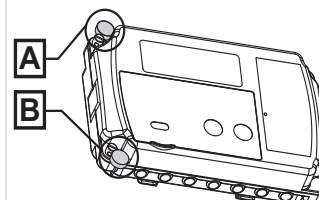
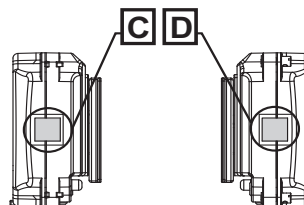

Fig. 6
Fig. 7
13. Colocar las juntas (Fig. 6 - alambre, Fig. 7 - adhesivo)